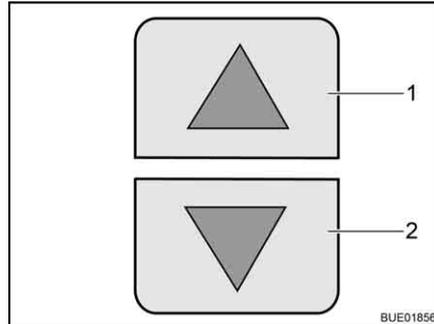

Fig. 138 Touches fléchées sur l'unité de commande
- Appuyer simultanément sur les touches fléchées (Fig. 138,1 et 2) sur l'unité de commande et les maintenir pressées jusqu'à ce que le lit escamotable soit descendu.
- Appuyer sur la touche fléchée (Fig. 138,2) sur l'unité de commande et la maintenir pressée jusqu'à ce que le lit escamotable ait atteint sa position finale inférieure.
- Appuyer sur la touche fléchée (Fig. 138,1) sur l'unité de commande et la maintenir pressée jusqu'à ce que le lit escamotable ait atteint sa position finale supérieure.